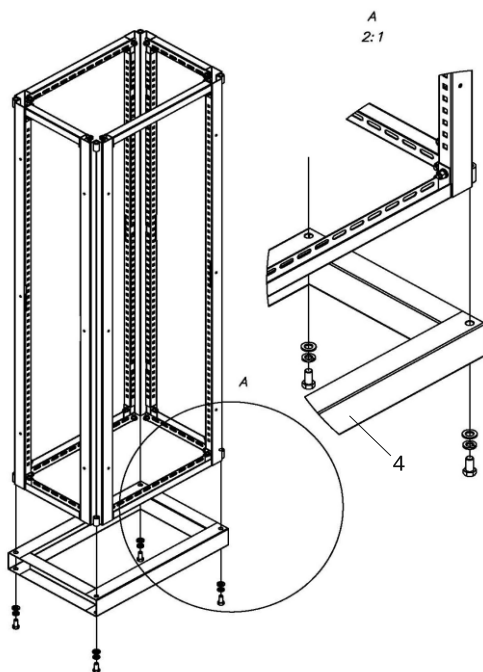

Рисунок 4 – Установка цоколя
5.3 Поставить конструкцию вертикально на пол на нижнюю плоскость цоколя (рисунок 4).